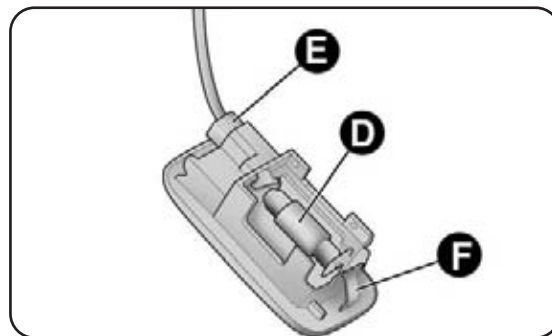

fig. 37
- toglie la protezione B svincolandola dalle alette C, sostituisci la lampada D-fig. 37 tirandola verso l'esterno e svincolandola dai contatti laterali;
- rimonta la plafoniera inserendola prima dal lato E-fig. 37 e quindi premi sull'altro lato fino ad avvertire lo scatto di blocco della linguetta F.